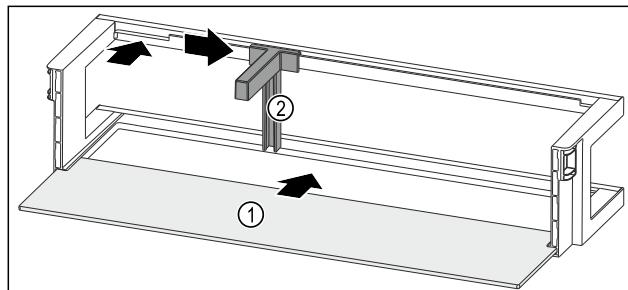

Fig. 101 Raft montat pe ușă cu suport pentru sticle
- Împingeți în interior raftul Fig. 101 (1) în degajările laterale.
- Introduceți suportul pentru sticle Fig. 101 (2) în degajare.
- Împingeți în lateral suportul pentru sticle Fig. 101 (2) în poziția dorită.